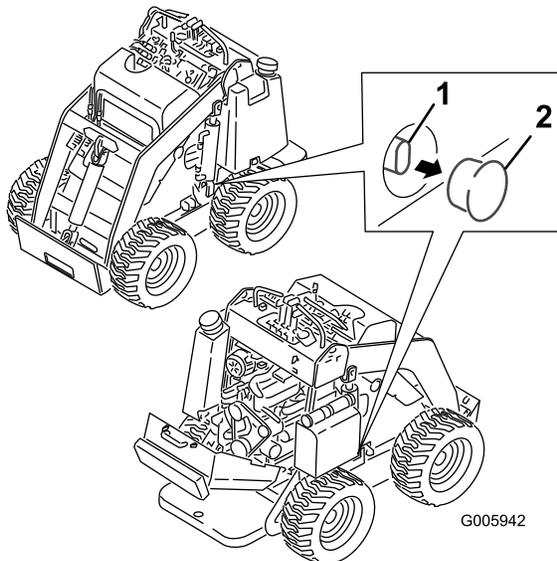

図 14
2. 各牽引バルブを覆っているプラグを取り外す **図 14**。